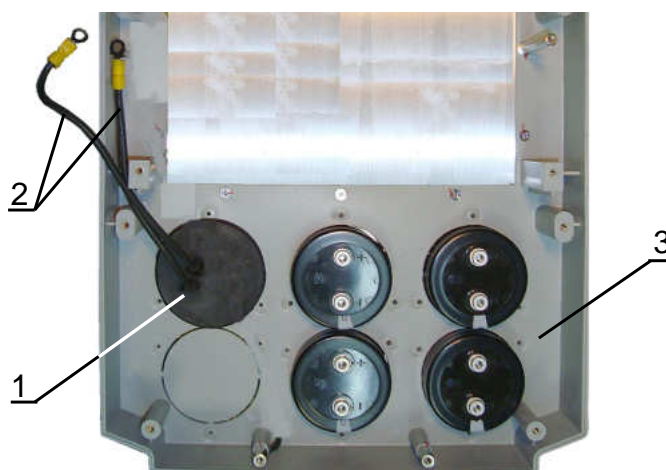

Рис. 7.5
7.4.1. Продеть в отверстие 1 (рис. 7.5) нижней части корпуса провода 2 реактора.